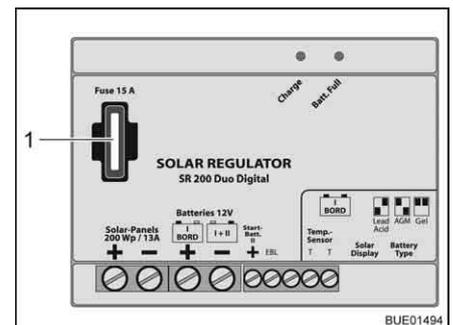

Bild 117 Sicherung Solar-Laderegler 140/200 W
- Flachsicherung 15 A/blau (Bild 117,1) wechseln.